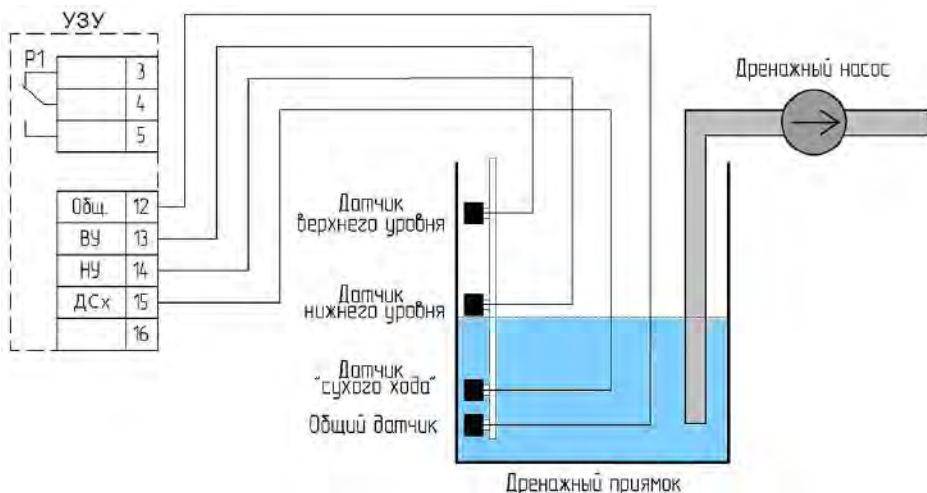

Рис. 6 Выключение электродвигателя в режиме работы «дренаж»
2) при снижении уровня жидкости в дренажном приемке ниже датчика «НУ» происходит автоматическое выключение электродвигателя насоса (См. Рис.6).